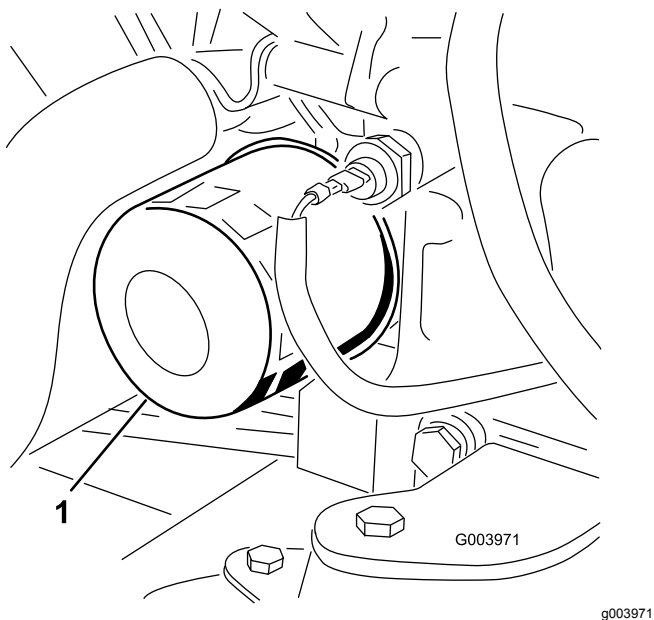

Figura 49
3. Togliete il filtro dell'olio (Figura 49).